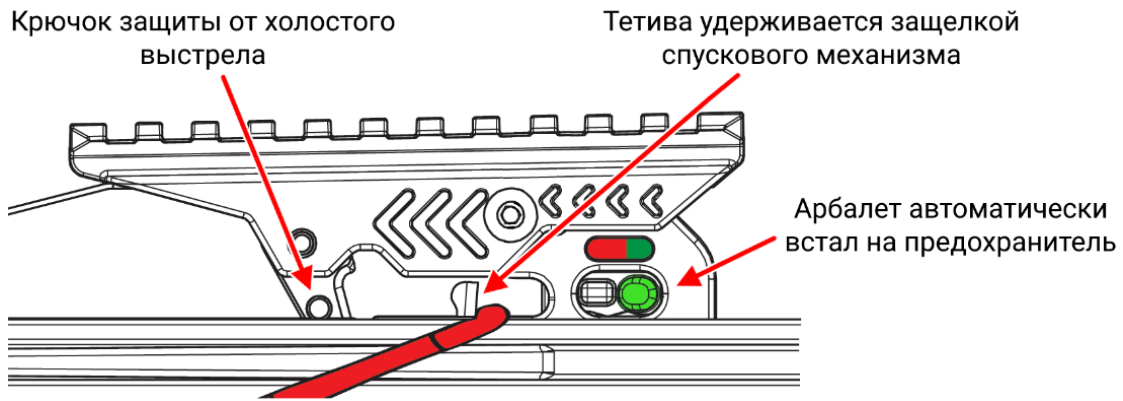

Рис.10
5. Тетива должна пройти под крючком защиты от холостого выстрела (крючок свободно пропустит тетиву) и с щелчком сцепиться с защелкой спускового механизма (Рис.10). Арбалет автоматически встанет на предохранитель (положение рычажка в зеленой зоне).